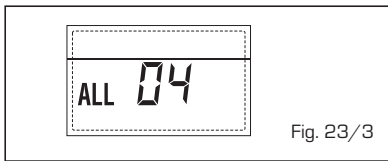

Fig. 23/3
**- ANOMALÍA Sonda IDA CALEFACCIÓN "ALL 05" (fig. 23/4)**